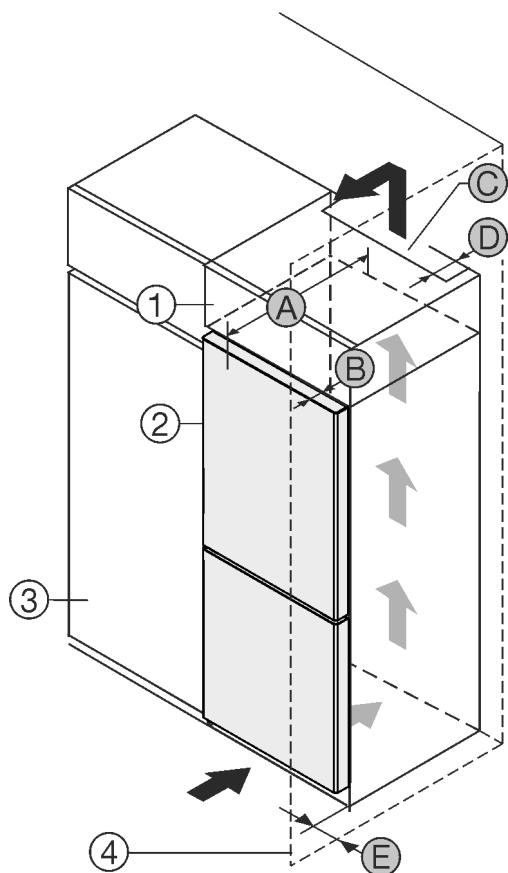

Fig. 1
Пристрій встановити безпосередньо поряд із кухонною шафою Fig. 1 (3).
Зі зворотного боку шафи для встановлення на пристрій слід передбачити вентиляційну шафу завглишки Fig. 1 (D) на всю ширину цієї шафи.
Слід дотримуватись вентиляційного отвору Fig. 1 (C) в стелі приміщення.
Якщо пристрій із шарнірами встановлюється поряд зі стінкою Fig. 1 (4), відстань між пристроєм та стінкою повинна бути не менше 13 мм.
Якщо пристрій із шарнірами встановлюється поряд зі стінкою Fig. 1 (4), відстань між пристроєм та стінкою повинна бути не менше 20 мм.
Щоб мати можливість повністю відкривати дверцята, потрібно, щоб пристрій стояв на відстані глибина дверей Fig. 1 (B) відносно передньої панелі кухонної шафи. Залежно від глибини кухонних шаф Fig. 1 (3) та використання пристінних розпірок пристрій може ще більше видаватися вперед.